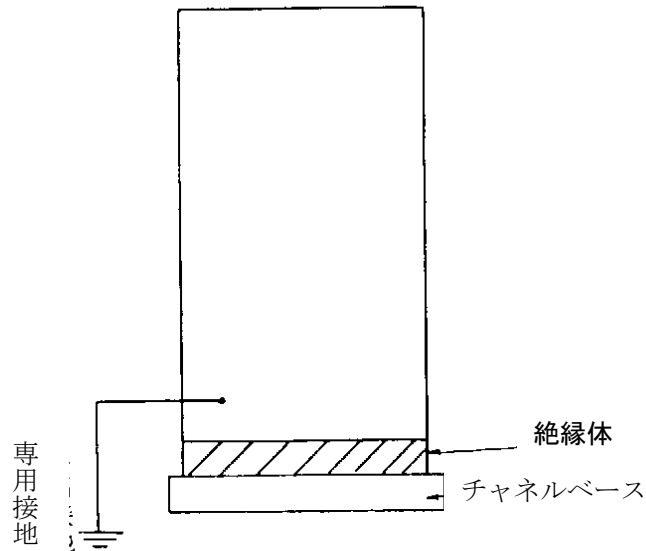

図17 きょう体を絶縁して接地する例
- 1) 信号線接地及びきょう体接地が同一である場合は、チャンネルベース(接地されている制御盤など内の金属板)とは絶縁体による絶縁が望ましい(図17参照)。